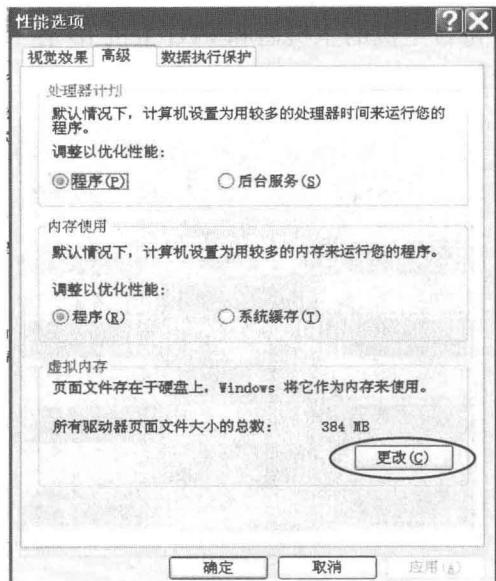

图 1-5 【性能选项】对话框【高级】选项卡
(6) 在【高级】选项卡中单击【性能】选项区的【设置】按钮打开【性能选项】对话框并选择其中的【高级】选项卡, 如图 1-5 所示。